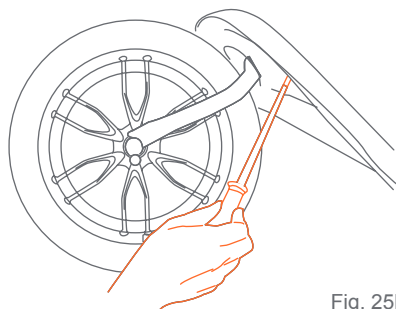

Fig. 25b
- Introduzca los 4 tornillos por debajo del armazón delantero en los tubos plásticos del guardabarros delantero. Ajuste bien los tornillos sin forzarlos (Fig. 25b).